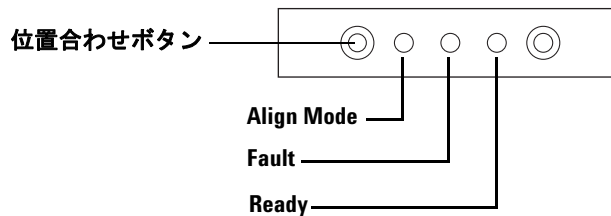

図 148 サンプルトレイの位置合わせ
- 1 細長い道具（ペン先など）を使って、インジケータライトの左にある、くぼんだ位置合わせボタンを押します。くぼんだ穴の中にあるボタンの後ろや周辺を触らないよう注意してください（図 148）。